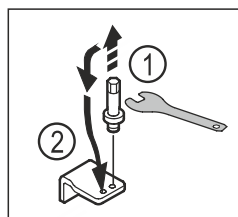

Fig. 13
- ▶ Išsukite apatinės atraminės gembės kaištį raktu su išoriniu šešiabriauniu SW5. Fig. 13 (1)
- ▶ Įstatykite kaištį priešingoje pusėje. Fig. 13 (2)